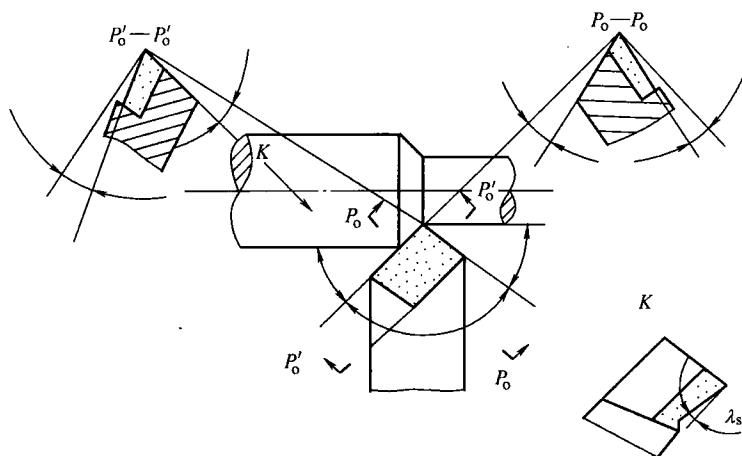

图 1-3
3. 在图 1-3 中, 填出车刀在车削时车刀几何角度的名称及代号。